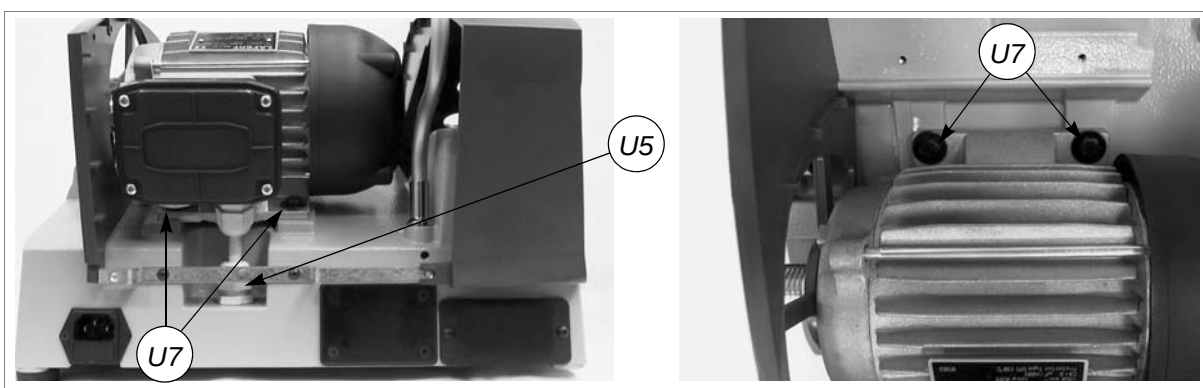

Fig. 41
- 8) Desaparafuse o passa-cabo (U5) (fig. 41).
- 10) Desaperte os 4 parafusos (U7) (fig. 41) de fixação do motor e retire-o, prestando atenção para o cabo.